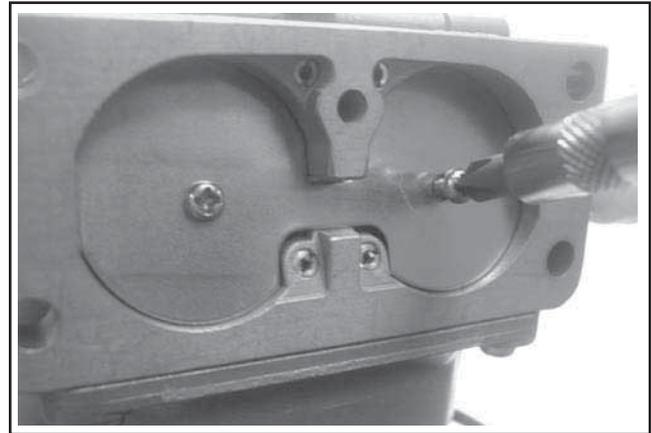

Figure 5-37. Installation de la plaque de la vanne d'air.
11. Mettre une goutte de Loctite® sur les filetages de chaque nouvelle vis. Placer et installer la nouvelle plaque de la vanne d'air sur le côté plat du petit arbre de la vanne d'air. Visser les deux vis. Fermer la vanne d'air et vérifier l'alignement de la plaque dans la gorge du carburateur, serrer ensuite fermement les vis. **Ne pas trop serrer.** Voir la Figure 5-37.